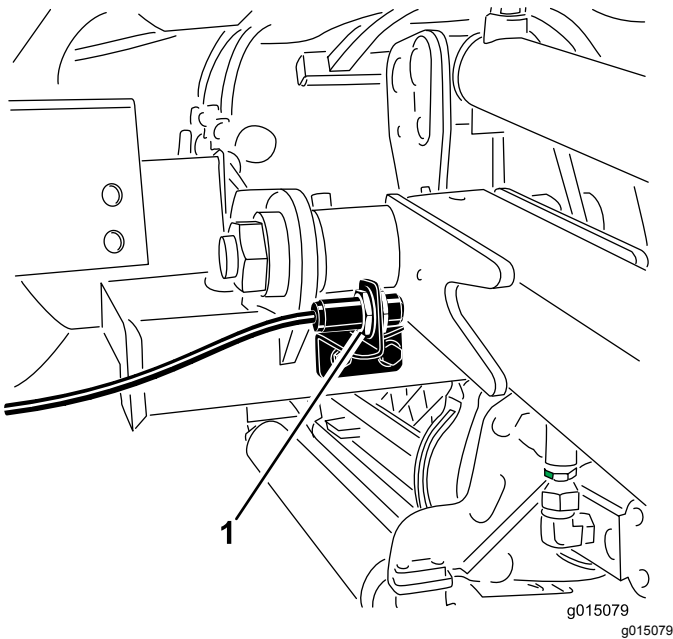

Bild 59
2. Der Hubarmschalter befindet sich hinter dem rechten vorderen Hubarm (Bild 59).
3. Lösen Sie die Befestigungsschrauben des Schalters (**Bild 59**) und schieben den Schalter nach oben, um die Wendehöhe des Hubarms zu erhöhen, oder schieben Sie den Schalter nach unten, um die Wendehöhe des Hubarms zu verringern.